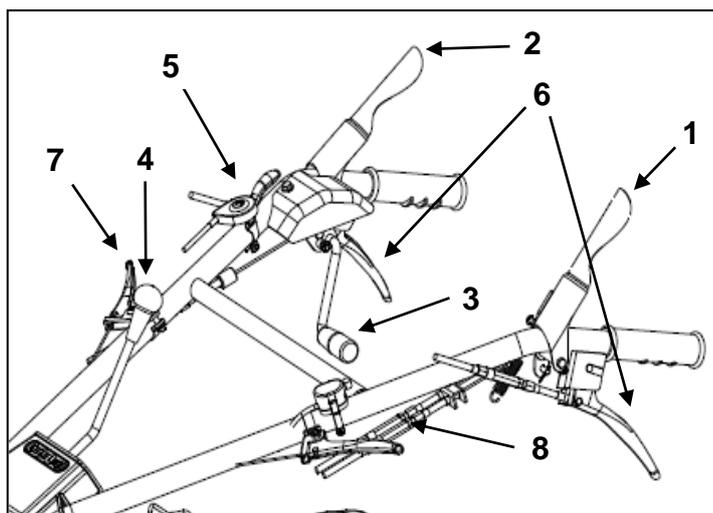

Figura 1
Spingere la leva (1, Figura 1) in basso verso il manubrio per far muovere la macchina. Rilasciando la leva, la macchina si arresterà.
La leva frizione della lama fa in modo che il motore attivi la lama di taglio. Spingere la leva (2, Figura 1), quindi sollevare la leva (3, Figura 1) per far ruotare la lama.
Questa leva (4, Figura 1) consente di selezionare 3 velocità di avanzamento (1, 2, 3), la retromarcia (R) o la folle (N).
Spingere il comando acceleratore (5, Figura 1) verso sinistra per aumentare il regime del motore; spingerlo verso destra per ridurre il regime del motore fino al regime minimo. Utilizzare sempre il trinciasarmenti con il motore al regime massimo.
Le leve frizione laterali (6, Figura 1) sono utilizzate per cambiare la direzione della macchina. Azionare la leva destra per girare a destra e quella sinistra per girare a sinistra. Per spostare la macchina a motore spento, azionare entrambe le leve.
Azionare la leva (7, Figura 1) per spostare il manubrio a destra e a sinistra. Azionare la leva (8, Figura 1) per spostare il manubrio in alto e in basso.